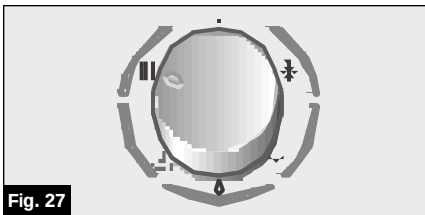

Fig. 27
- Seleccionar la función calefacción, **Fig. 27**.